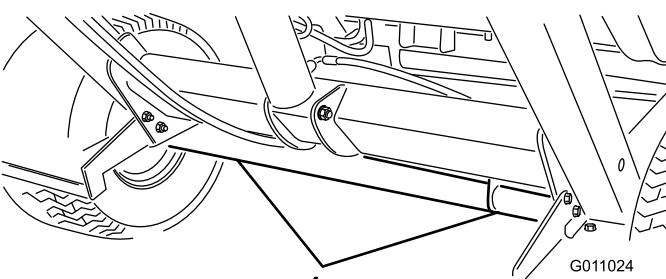

Figura 28
- Prima di trasferire la spazzatrice utilizzate i punti di attacco per ancorare la parte anteriore della macchina (Figura 27), e l'assale (Figura 28) per ancorare la parte posteriore della macchina al rimorchio. L'uso di altri punti di attacco può danneggiare la macchina.